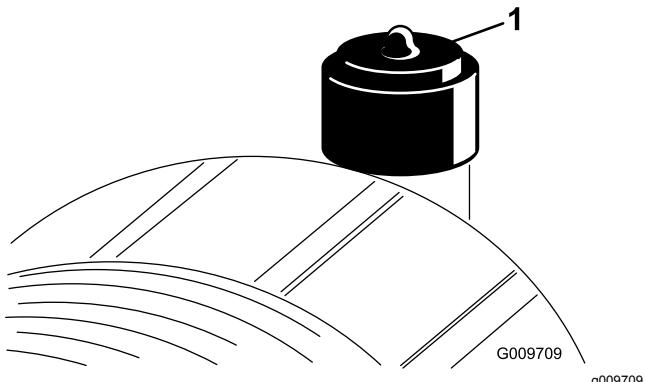

Figure 32
Faites l'entretien du filtre à air uniquement quand l'indicateur de colmatage (Figure 32) indique que cela est nécessaire. Changer le filtre à air prématurément ne fait qu'accroître le risque de contamination du moteur par des impuretés quand le filtre est déposé.
- Réarmez l'indicateur de colmatage (Figure 32) s'il est rouge.